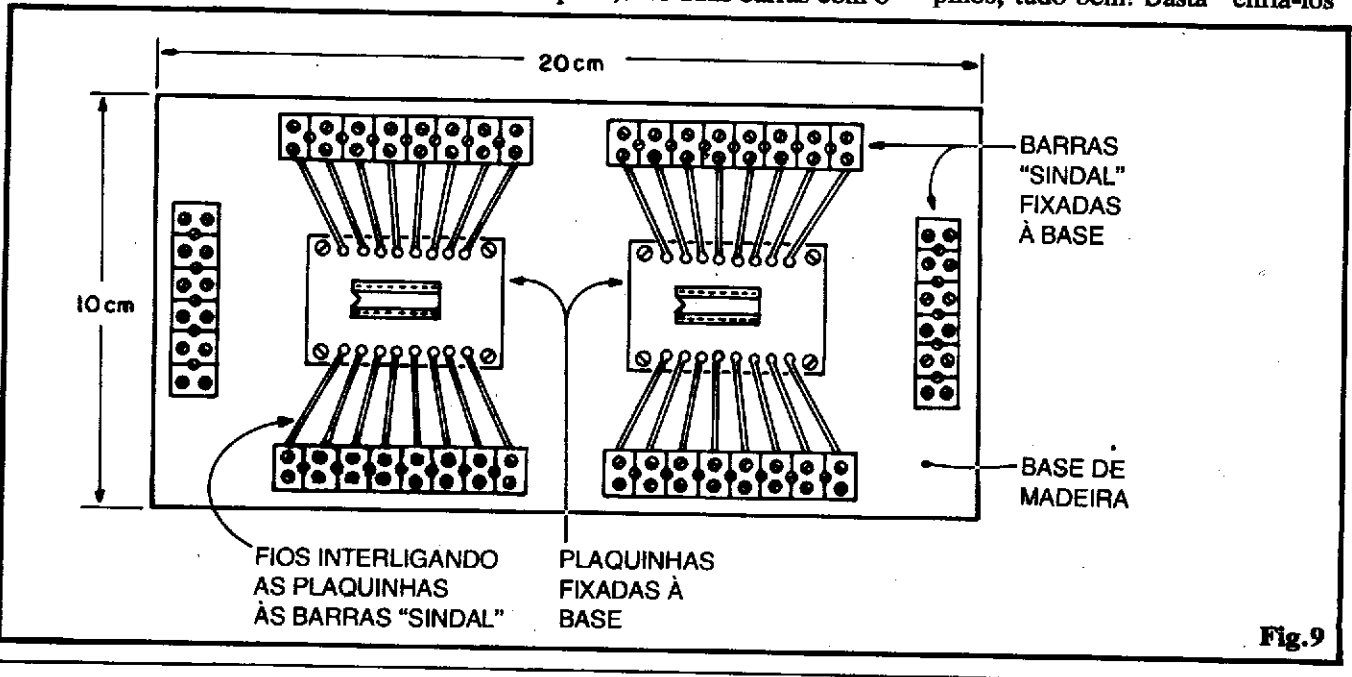

Fig.9
- FIG. 9 - A estrutura final da "mesa"... - Os pedaços de barra de conectores tipo "Sindal" devem (todos os 6...) serem cortados de